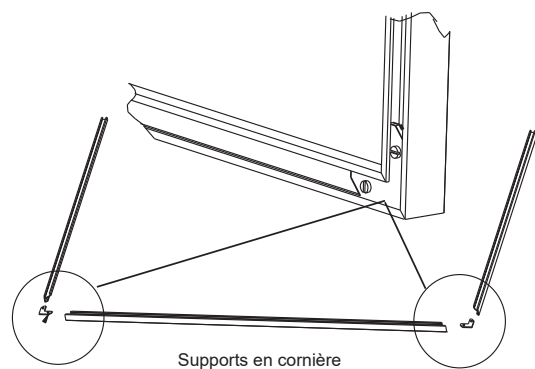

Figure 19.2
4. Visez les supports en cornière en utilisant un tournevis à tête plate (**Figure 19.2**).